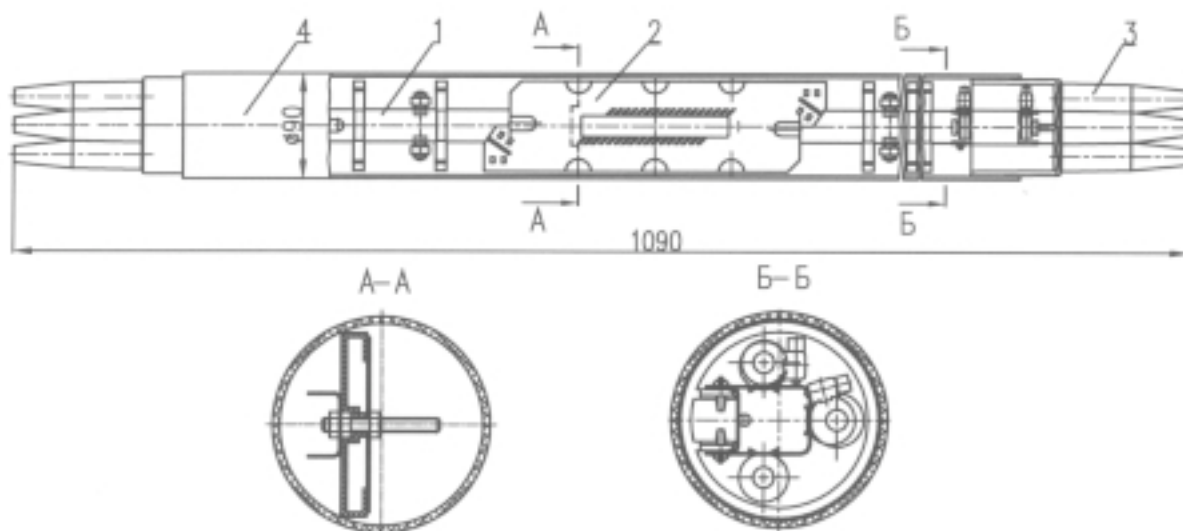

Рис. 1. Муфта оптическая городская (МОГ-М).
2.1. Муфта МОГ-М (рис. 1) состоит из следующих изделий: лотка (1), кассеты (2), двух оголовников (3), трубы (4).